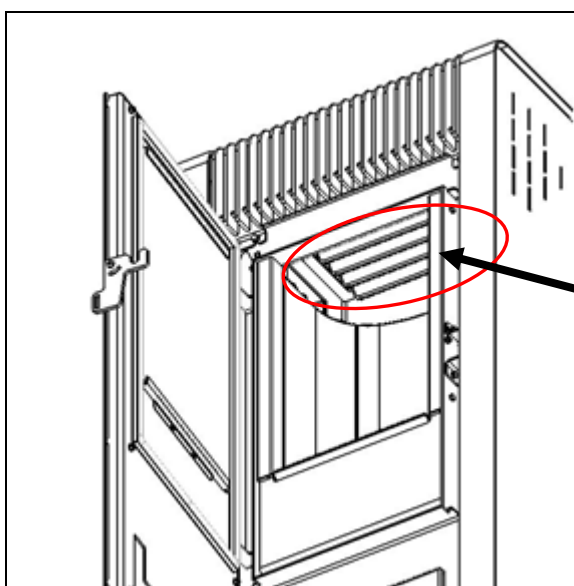
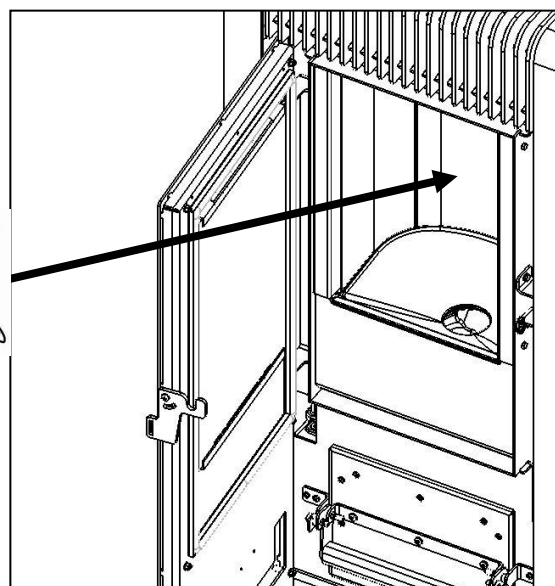

Fig. 10.2
Fig. 10.3
- L'échangeur de chaleur se trouve dans la partie supérieure du poêle ; c'est une pièce en fonte sur laquelle les cendres peuvent s'accumuler. Pour le nettoyer, utilisez une brosse ou une brosse à poils doux pour éliminer la suie et les restes de cendres (voir **fig. 10.2**). De la même manière, nettoyez les pièces en vermiculite qui se trouvent tout autour de la chambre de combustion (voir **fig. 10.3**).